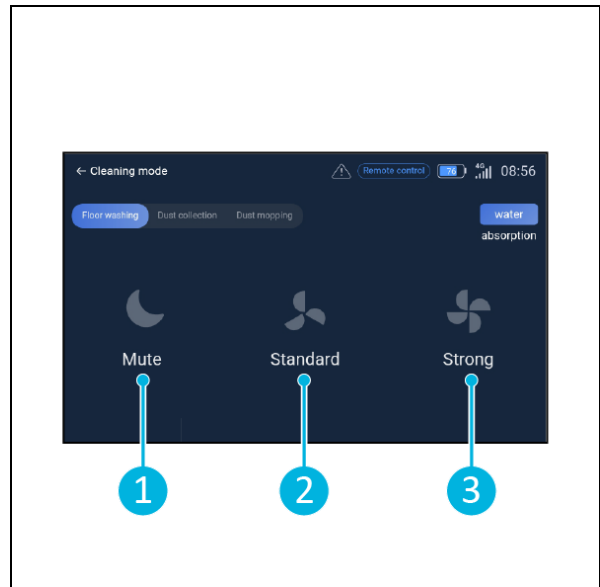

Abbildung 20
2. Wählen Sie eine Reinigungseinstellung. [\[Stumm\]](#) (Abbildung 20, Pos. 1), [\[Standard\]](#) (Abbildung 20, Pos. 2) oder [\[Stark\]](#) (Abbildung 20, Pos. 3).